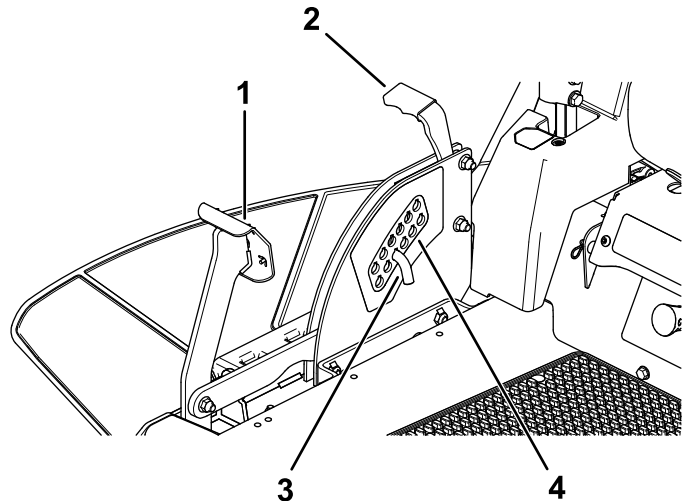

Figure 28
1. Appuyez sur la pédale de levage du tablier avec le pied et élevez le tablier en position de verrouillage de transport (qui est aussi la position de hauteur de coupe de 114 mm [4½ po]), comme montré à la Figure 28.
2. Pour changer la hauteur de coupe, retirez la goupille du support de hauteur de coupe (Figure 28).
3. Insérez la goupille dans le trou du système de hauteur de coupe correspondant à la hauteur de coupe voulue (Figure 28).